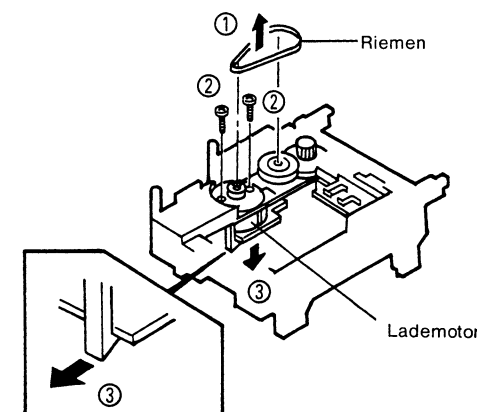

Abb. 5
3. Entfernen des Lademotors (Abb. 5)
- ① Entfernen Sie den Riemen (Belt).
- ② Entfernen Sie die zwei Schrauben, die den Lademotor befestigen.
- ③ Entfernen Sie den Mechanismus-Basisstopper, der den Lademotor befestigt.